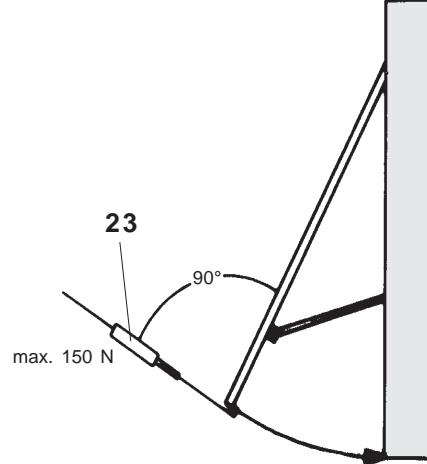

Fig. 10
- Chiudere il portone comunicando l'impulso del caso e, durante il processo di chiusura, trattenere il portone manualmente. Con una forza pari a max. 150 N l'automatismo deve nuovamente aprire il portone. Descrizione schematica per la misurazione della forza tramite bilancia a molla (23) in Fig. 10.